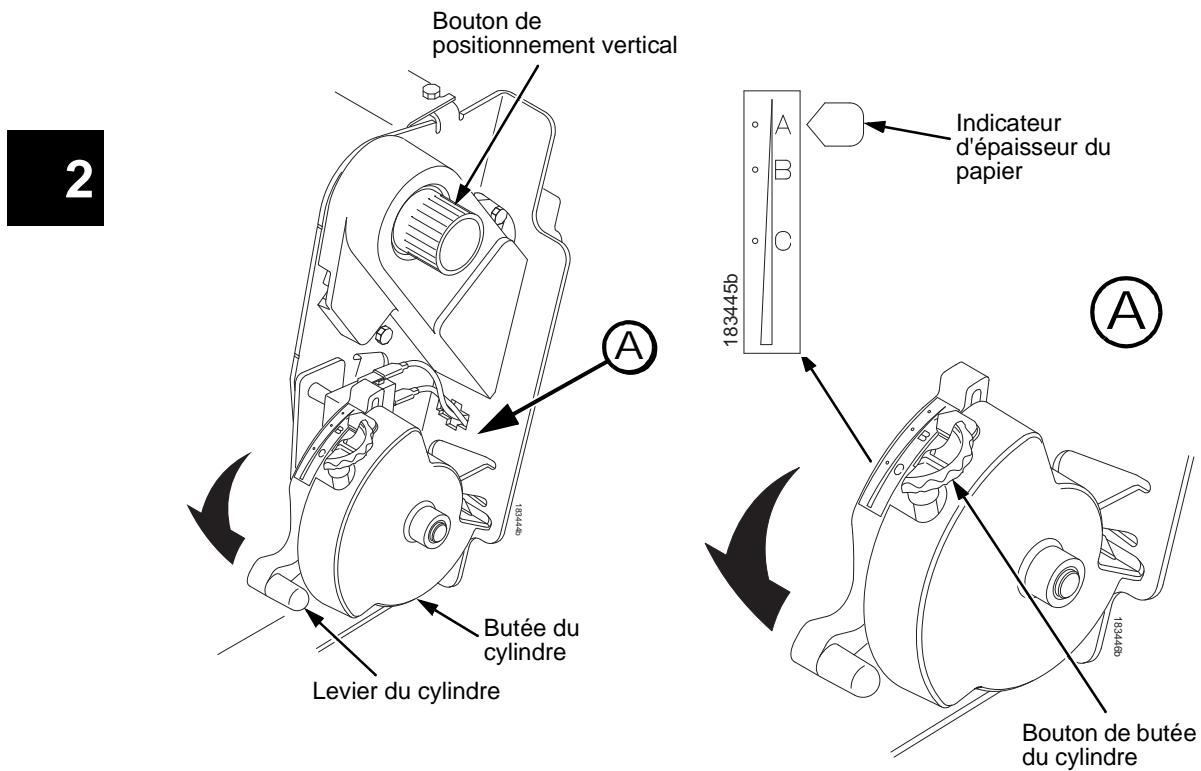

Figure 32. Réglage du Levier du cylindre
9. Tournez le bouton de butée du cylindre dans le sens des aiguilles d'une montre ou dans le sens contraire en fonction de l'épaisseur du papier (l'échelle A-B-C correspond approximativement à une épaisseur de papier de 1, 3 et 6). Voir Figure 32.